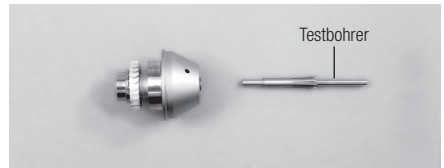

Abb. 20
- 1) Eine dünne, oberflächliche Ölschicht auf das neue oder gereinigte Spannfutter auftragen, Testbohrer einsetzen und Spannfutter in den Rotorschacht drücken (Abb. 20).